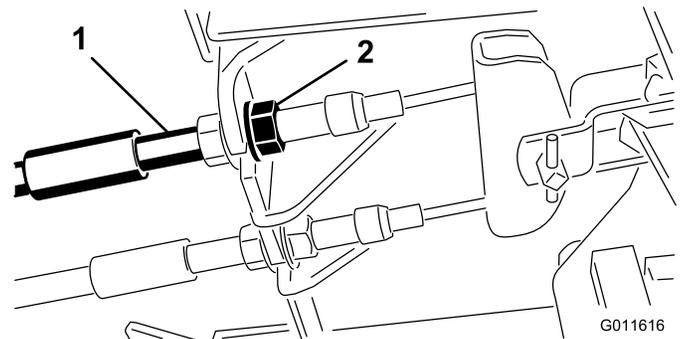

Figure 60
1. Pour réduire la garde aux pédales de frein, serrez les freins en desserrant l'écrou avant sur l'extrémité filetée du câble de frein (Figure 60).